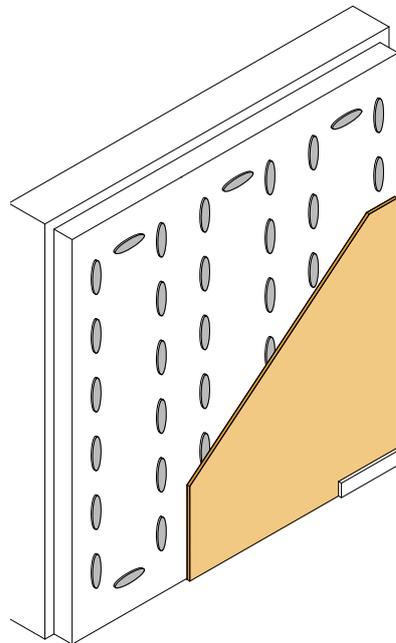

ABBILDUNG 7: Leim auf den Paneelen
8. Nach dem Zuschnitt der Platte bringen Sie gleichmäßig große Klebepunkte auf der Rückseite auf. [Abb. 7]